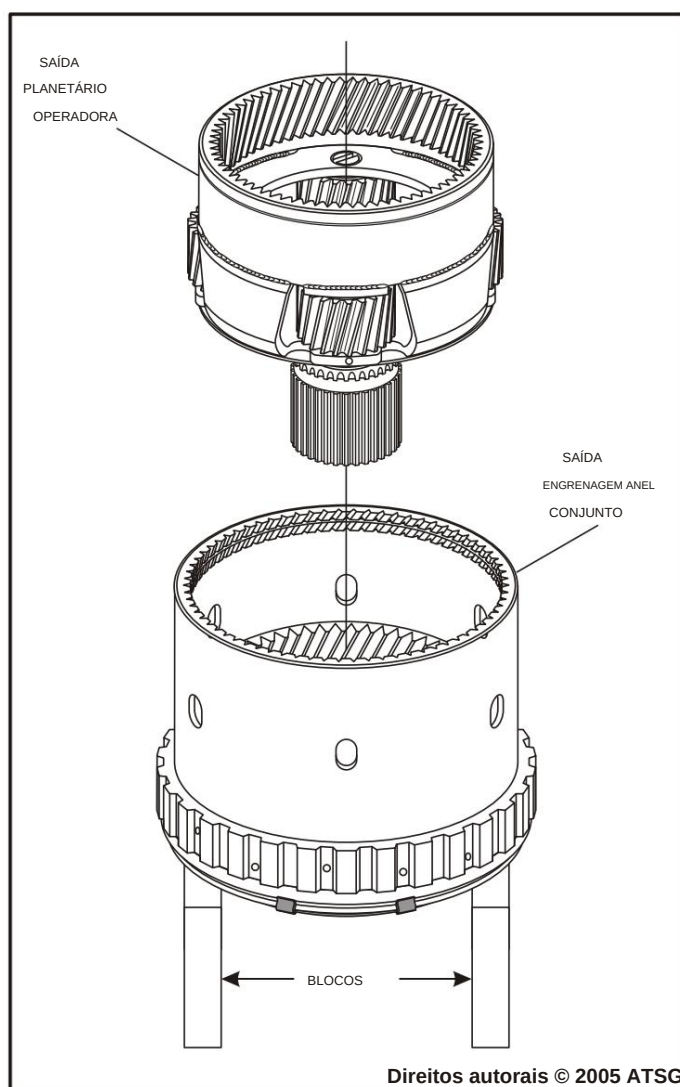

Figura 99
10. Vire o conjunto da coroa e coloque-o no dispositivo para levantá-lo da superfície de trabalho, conforme mostrado na Figura 99.
11. Instale o transportador planetário de saída na coroa de saída, conforme mostrado na Figura 99, e gire para engatar as engrenagens planetárias.